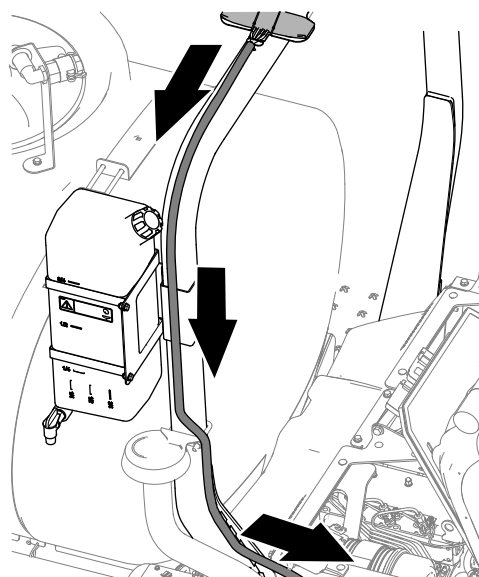

Рисунок 128
1. Проложите жгут проводов антенны модема направо вдоль защитной дуги (Рисунок 128).
2. Проложите жгут проводов вниз и вперед, как показано на Рисунок 128.